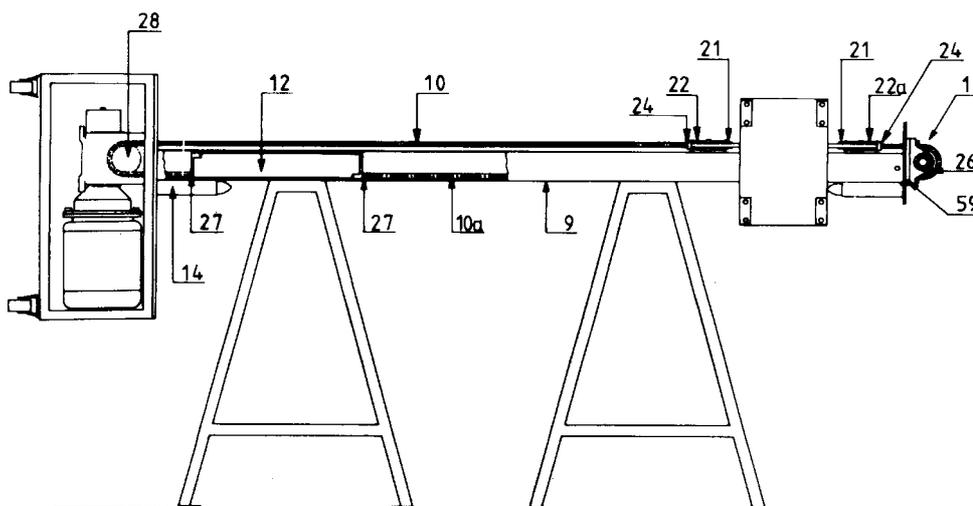

Figure 4
11. Mettre les chaînes sur les roues dentées **(26/28 - Fig. 4)**.